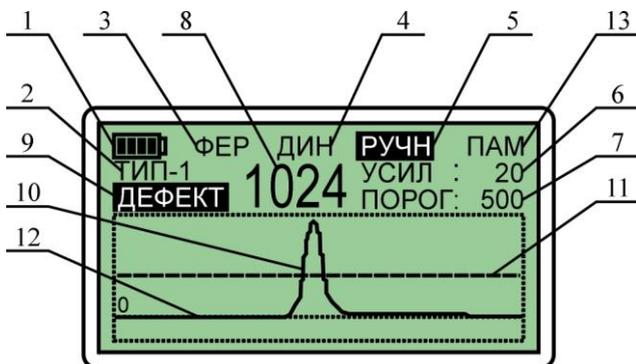

Рис. 5.1 Органы индикации дисплея
Расположение индикаторов на экране дисплея показано на рис. 5.1.
***Примечание.** Активный индикатор отображается светлыми буквами на темном фоне (рис. 5.1, поз. 5).*
Проверка уровня заряда аккумуляторов осуществляется по индикатору заряда (рис. 5.1, поз. 1). В случае разряда аккумуляторов индикатор начинает мигать. При этом аккумуляторы необходимо зарядить, используя зарядное устройство из комплекта поставки дефектоскопа или аналогичное.
**6.2.1** Кнопками "↑", "↓" установить курсор на индикатор режима работы дефектоскопа (рис. 5.1, поз. 4).
**6.3.1** Кнопками "↑", "↓" установить курсор на индикатор режима настройки дефектоскопа (рис. 5.1, поз. 5).
**6.6.3** По окончании компенсации надпись "КОМПЕНСАЦИЯ" должна исчезнуть, а сигнал (рис. 5.1, поз. 10) на дисплее дефектоскопа должен располагаться около линии нулевого уровня (рис. 5.1, поз. 12).